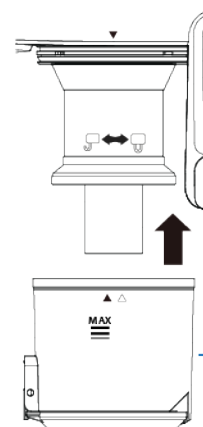

Figure 6
6. Remettre le réceptacle à poussière en place en le poussant vers le haut sous le corps de l'aspirateur tout en alignant la flèche à droite du réceptacle à poussière avec la flèche située sur l'unité principale (Figure 6).
7. Tourner le réceptacle à poussière vers la droite jusqu'à ce que la flèche située sur le corps de l'aspirateur s'aligne avec la flèche située à gauche du réceptacle à poussière (Figure 6).